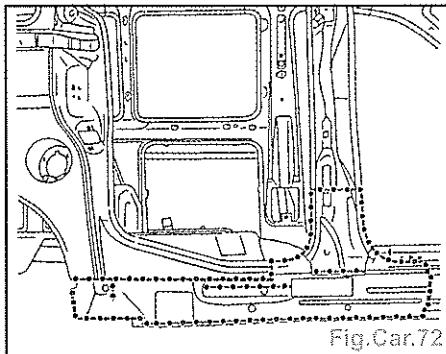

Fig.Car.72
- Préparer les bords d'accostage et les protéger par un apprêt soudable (Fig.Car.72).